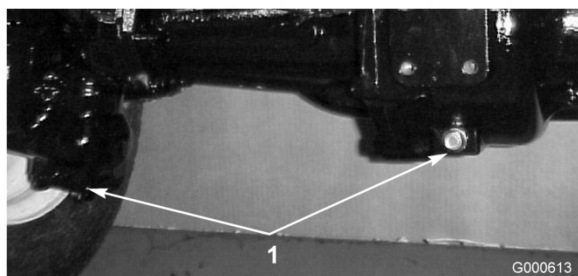

Figura 48
2. Limpie la zona alrededor de los tres tapones de vaciado, uno en cada extremo y uno en el centro (Figura 48).